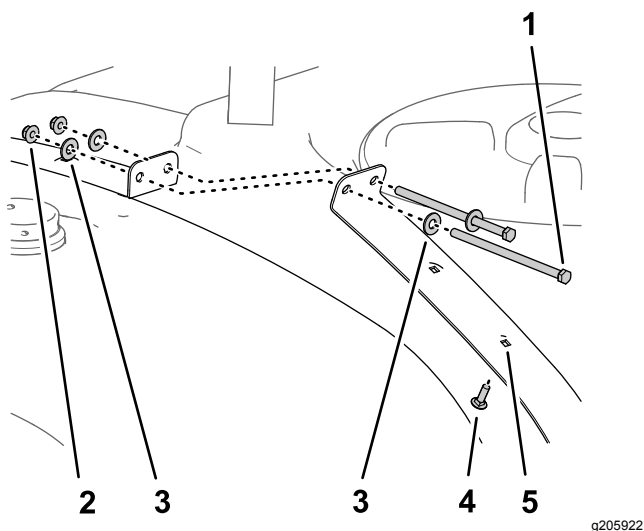

Figura 28
1. Rimuovete i 2 bulloni (3/8" x 7"), le 4 rondelle (3/8") e i 2 dadi di bloccaggio (3/8") che fissano le metà della cinghia anteriore del serbatoio di irrorazione (Figura 28).
2. Inserite il bullone a testa tonda (5/16" x 1") nel secondo foro nella metà della cinghia, come illustrato nella Figura 28.
3. Montate le 2 metà della cinghia anteriore con i 2 bulloni, 4 rondelle e 2 dadi di bloccaggio che avete rimosso al passaggio 1 e serrate i bulloni e i dadi manualmente (Figura 28).